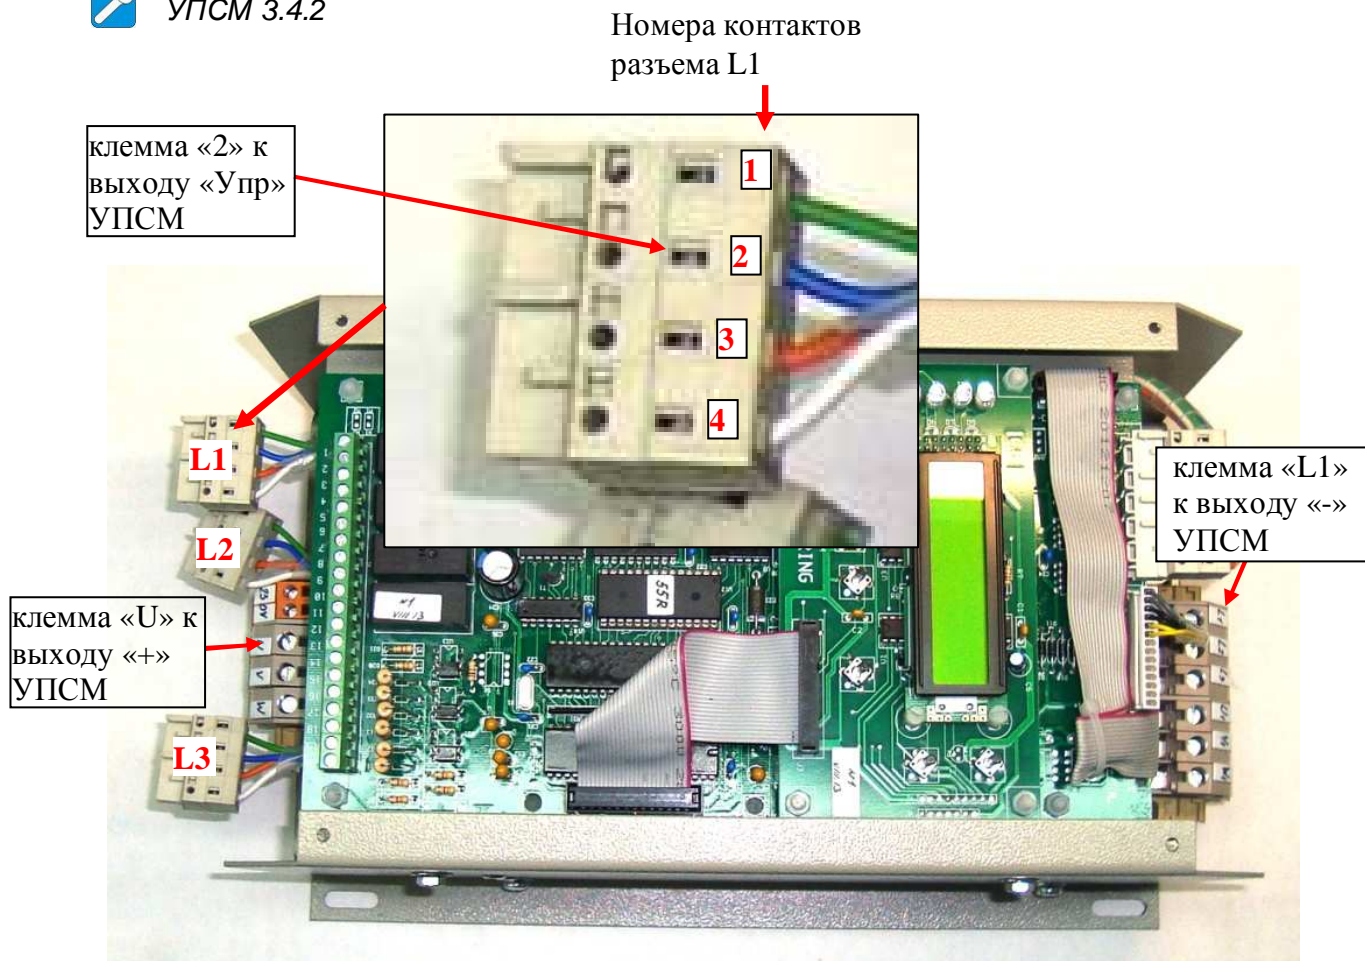
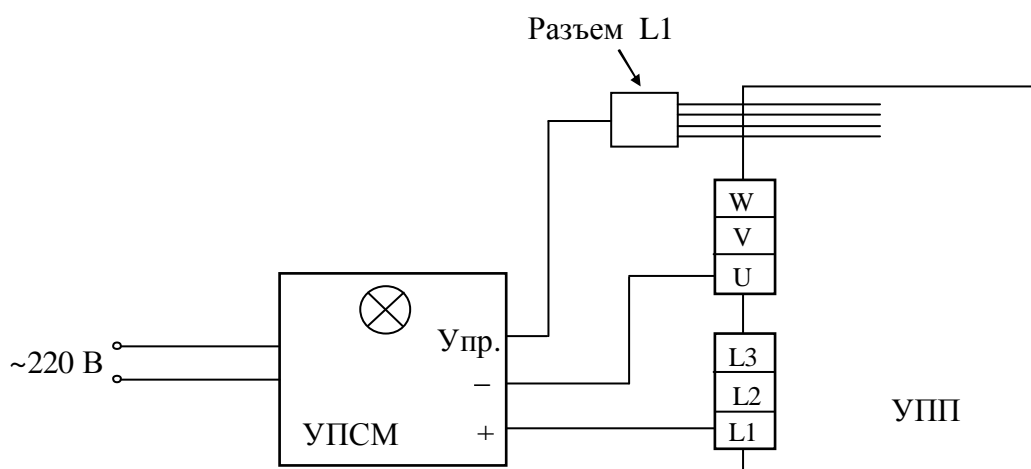

Рис. 4.5. Проверка первого тиристора тиристорного модуля фазы L1.
Рис. 4.6 Схема проверки тиристорных модулей
4.7.5. Проверить исправность цепей управления тиристорами. Проверка производится с помощью УПСМ. Расположение разъемов цепей управления тиристорами приведено на рис. 4.5.
4.7.6.1. Соединить выход «+» УПСМ с клеммой «U» УПП, выход «-» УПСМ с клеммой «L1» УПП, а выход «Упр.» УПСМ с контактом 2 разъема L1 (синий провод, рис. 4.5, рис. 4.6).